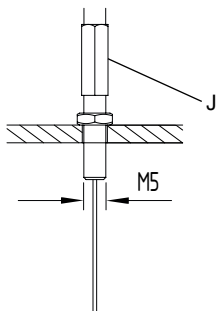

Figura 9
- Vite di regolazione M5 in dotazione J da fissare all'estremità del tubo flessibile (v. Figura 9).